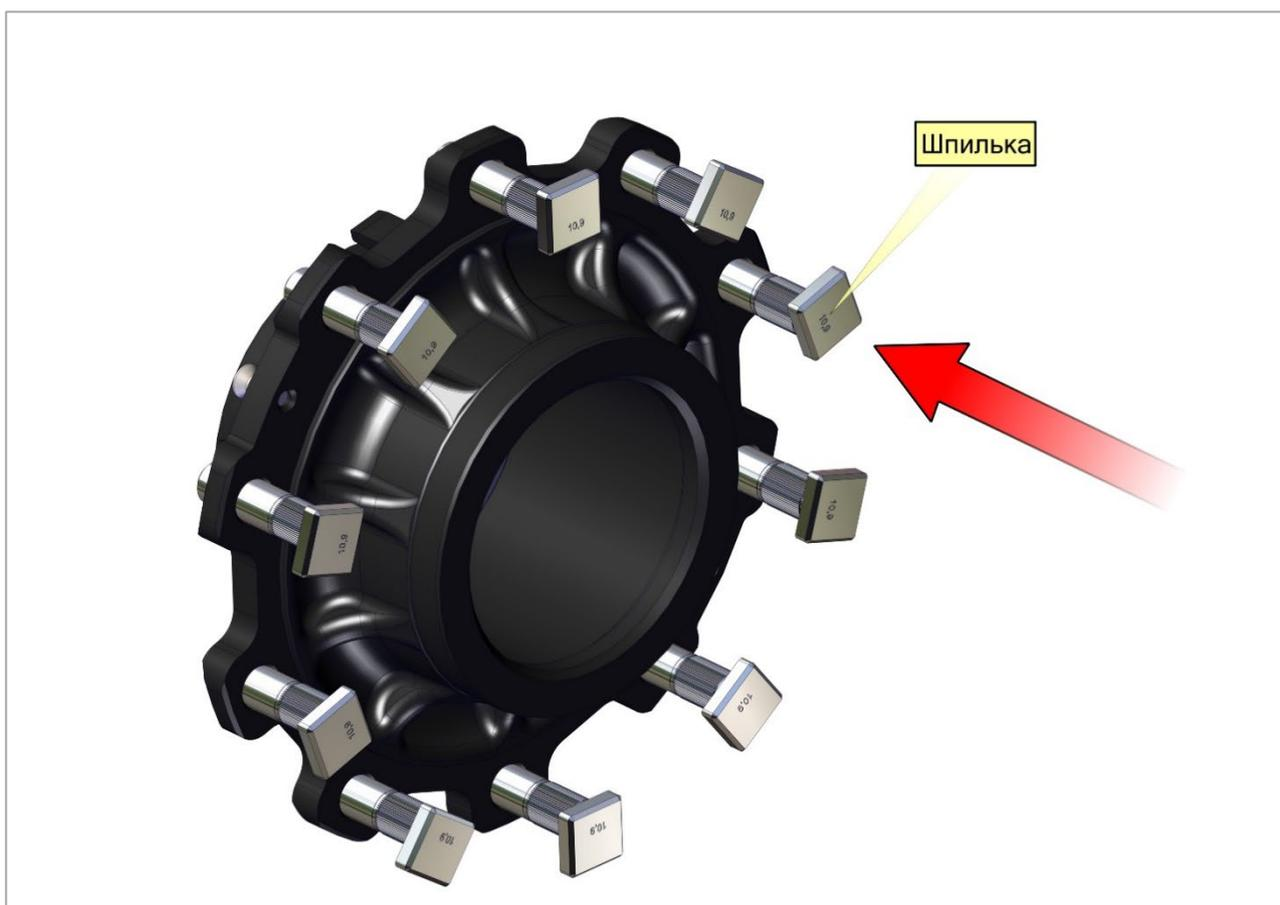

Рис. 13. Установка шпилек.
- 3) Шпильку необходимо надежно устанавливать на место, следя за тем, чтобы она располагалась под прямым углом к поверхности ступицы и точно садилась на внутренний торец ступицы (рис. 13).